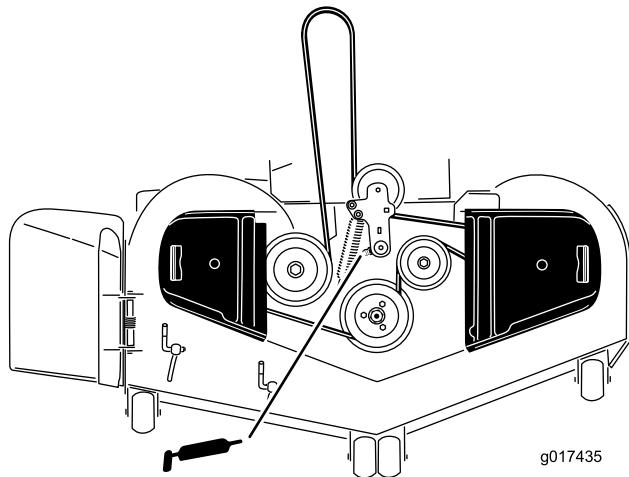

図 35
3. 刈り込みデッキのアイドラプーリのピボットにグリスを注入するグリスが下から漏れてくるまで入れること図 35。